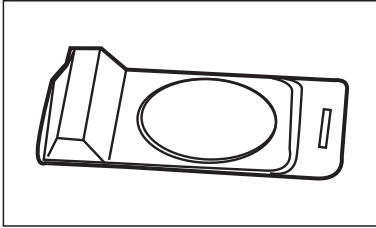

Fig. 13
1. Faites glisser l'interrupteur marche/arrêt [5] dans la position « I » pour allumer l'outil (Fig. 13).